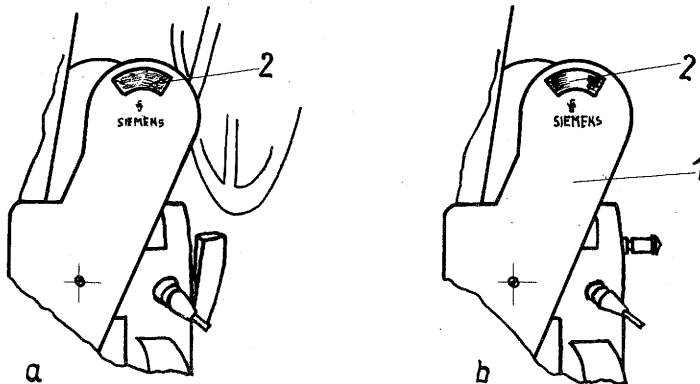

Bild 2
- 2.3. Die Kontrolle des Synchronlaufes erfolgt durch eine Stroboskopanzeige mit einer Glühlampe auf der Welle des Synchronmotors. Durch ein Fenster in der Abdeckkappe des Zahnriemen-triebes (1, Bild 2) leuchtet ein von der Glühlampe
durchleuchteter Blendensektor gleichmäßig hell und flimmerfrei (s.Bild 2b). Bei asynchronem Lauf (s.Bild 2a) erscheint in dem Fenster (2, Bild 2) ein schwarzer Streifen, der sich je nach dem ob der Lauf zu schnell oder zu langsam ist, von rechts nach links oder umgekehrt am Fenster vorbei bewegt. Es besteht dann die Möglichkeit, den Lauf des Projektors zu korrigieren (s.2.4.).